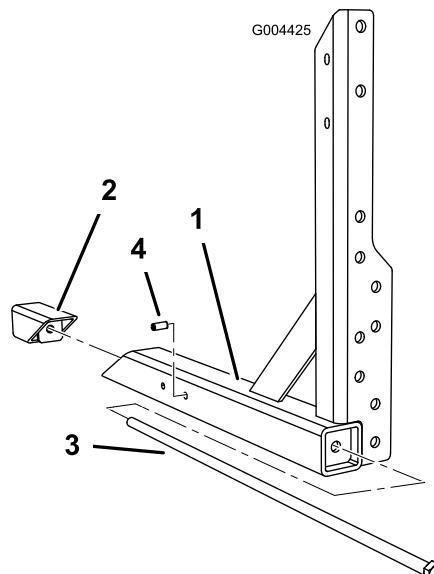

Bild 6
1. Stecken Sie die Rahmenschraube durch die Strebe in den Rahmenkeil (Bild 6).
2. Setzen Sie an den 5700-Spritzgeräten einen Rollstift in das äußere Loch neben der Winkelstütze (Bild 6).